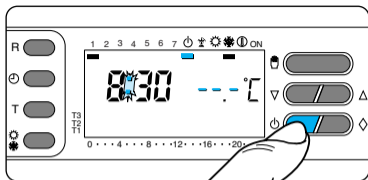

Fig. 67
**13.2** - Premere una volta il pulsante . Il segmento attivo sotto  conferma l'esclusione di THERMOPROGRAM dal controllo dell'impianto e scompare il grafico del programma (fig. 67).